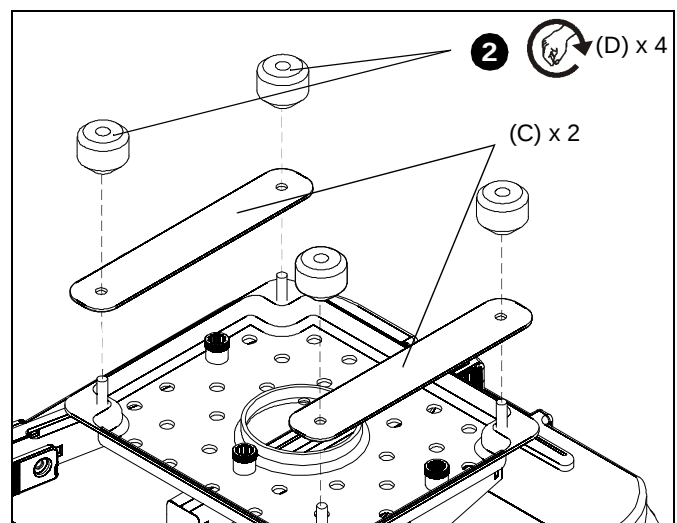

Figure 10
**REMARQUE :** Les pattes de sécurité (C) peuvent uniquement être utilisées en connectant la patte SLBU aux montants RPA ou RPM non verrouillés.
1. Installez les pattes de sécurité (C) sur les vis de la plaque principale du SLBU. (See Figure 10)
2. Installez en partie des écrous à ailettes (D) aux vis de la plaque principale du SLBU. (See Figure 10)